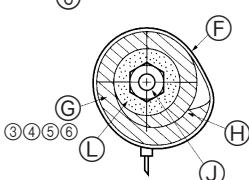
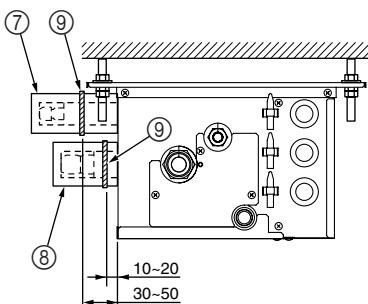

Fig. 7-3
Fig. 7-4
⑤ Соединительная секция (Fig. 7-3)
⑥ Зажим ⑨
⑦ Крышки труб ③ ④ ⑤ ⑥
⑧ Затяните
⑨ Термоизоляция трубопровода хладагента
⑩ Трубопровод хладагента
► Выполните следующие процедуры, относящиеся к деталям ответвительной коробки, которые не подключены к внутреннему прибору. (Fig. 7-4)
(1) Для предотвращения утечек хладагента, убедитесь в том, что конусные гайки затянуты в соответствии со значениями крутящего момента*, указанными в Таблице 3.
(2) Для предотвращения конденсации установите крышки труб ⑦ ⑧ и затяните их входящими в комплект поставки зажимами ⑨.